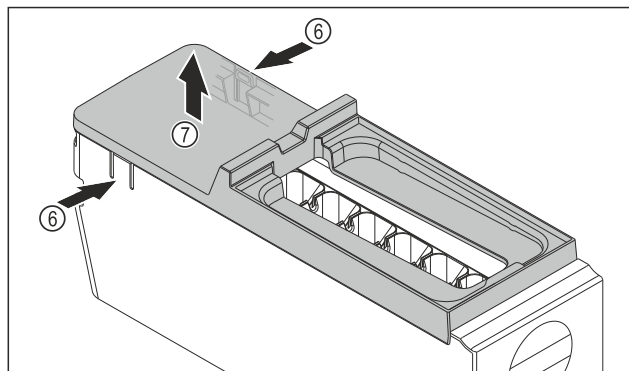

Fig. 92
- ▶ Snemite pokrov glavnega dela EasyTwist-Ice: Spone Fig. 92 (6) na obeh straneh glavnega dela EasyTwist-Ice pritisnite z eno roko.
- ▶ Pokrov Fig. 92 (7) z drugo roko dvignite in odstranite.